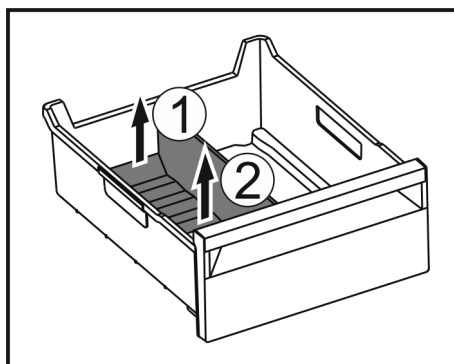

Fig. 178
- ▶ Zvedněte zadní část přepážky přihrádky na led. Fig. 178 (1)
- ▶ Přepážku přihrádky na led vyjměte nahoru. Fig. 178 (2)